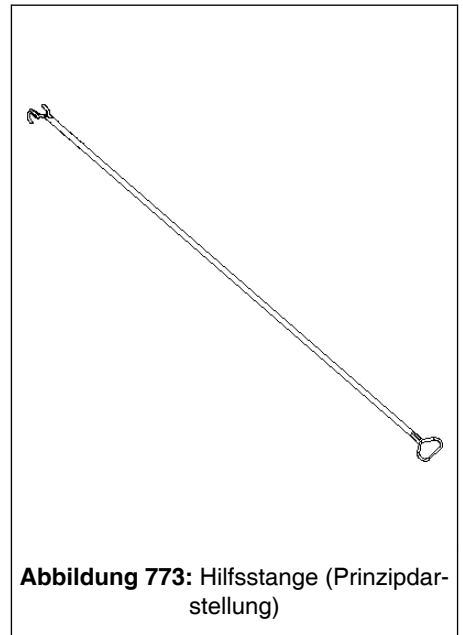

Abbildung 773: Hilfsstange (Prinzipdarstellung)
11. Bolzen (1) an der Kastenspitze (3) verriegeln. Hierzu unter Zuhilfenahme der Hilfsstange (siehe  Abb. 773, Seite 835) die Ringschraube (2) um 90° zurückdrehen. Der Bolzen (1) springt durch Federkraft selbsttätig in die verriegelte Stellung.
2. Bolzen (2) zwischen Grundausleger-HAV (1) und Kastenspitze (4) ziehen und in Sperrstellung bringen. Hierzu unten an der Ringschraube (3) unter Zuhilfenahme der Hilfsstange (→ Abb. 773, Seite 835) ziehen und im gezogenen Zustand durch 90°-Drehung in Sperrstellung bringen.